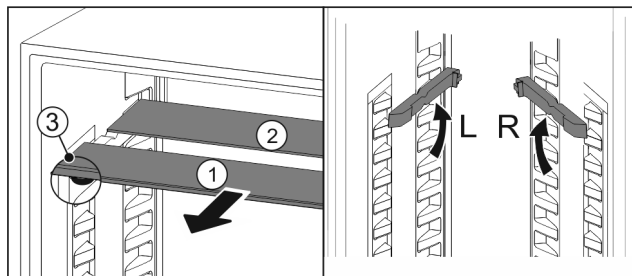

Fig. 130
- ▶ 将玻璃隔板逐个向前拉出 Fig. 130 (1)。
- ▷ 带装饰条的玻璃隔板 Fig. 130 (1)在前。
- ▷ 阻挡装置 Fig. 130 (3)指向下方。